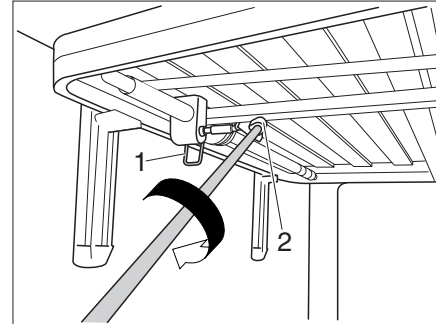

Fig. 150 Ajuste de la altura
- Soltar la palanca de retención (Fig. 150,1). La cama puede ahora desajustarse.
- Empujar la manivela en el alojamiento cuadrangular magnético (Fig. 150,2). La altura de la cama se puede ahora cambiar.
- Tirar la manivela fuera del alojamiento cuadrangular (Fig. 150,2) y colocarla en el soporte.